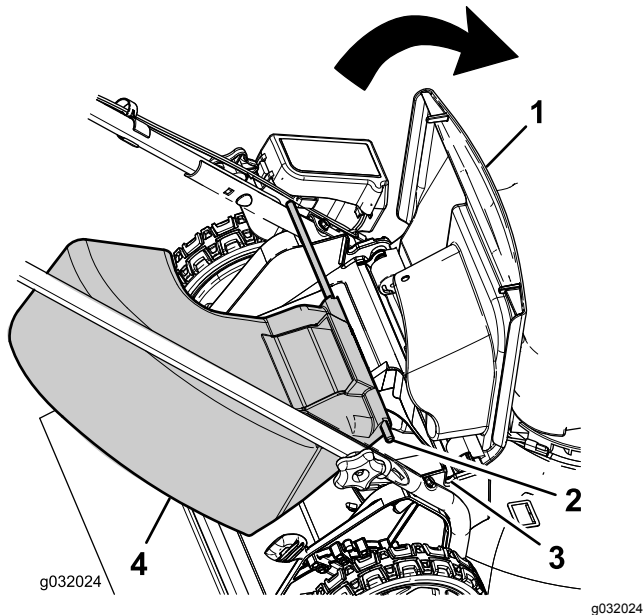

Figura 15
1. Levante el deflector trasero (Figura 15).
2. Introduzca los extremos de la varilla del conducto de descarga lateral en las muescas de los soportes del manillar (Figura 15).